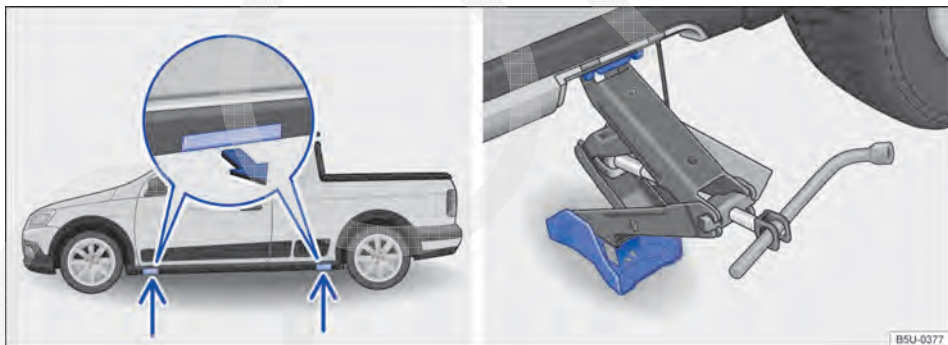

Fig. 204 Pontos de apoio do macaco e macaco posicionado no lado esquerdo traseiro do veículo - veículos com soleiras externas.
O macaco somente pode ser posicionado nos pontos de apoio indicados (cobertura removível) → Fig. 204. É válido o ponto de apoio localizado próximo à roda correspondente → ⚠️.
7. Desencaixar a cobertura de acesso ao ponto de apoio do macaco, no sentido da seta → Fig. 204.
9. Garantir que a base do macaco, com toda sua superfície, esteja sobre o chão e que a base se encontre perpendicularmente abaixo do ponto de colocação → Fig. 204.
10. Alinhar o macaco e, simultaneamente, levantar a garra do macaco até ela se encaixar na travessa debaixo do veículo → Fig. 204.
- Posicionar o macaco somente nos pontos indicados. A garra do macaco deve se encaixar no perfil da longarina de forma segura → Fig. 204.